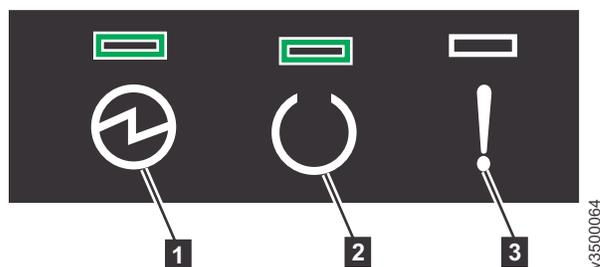

図 19. 拡張キャニスターの LED
2. 119 ページの図 19 で示されているように、各拡張キャニスターの LED を確認します。